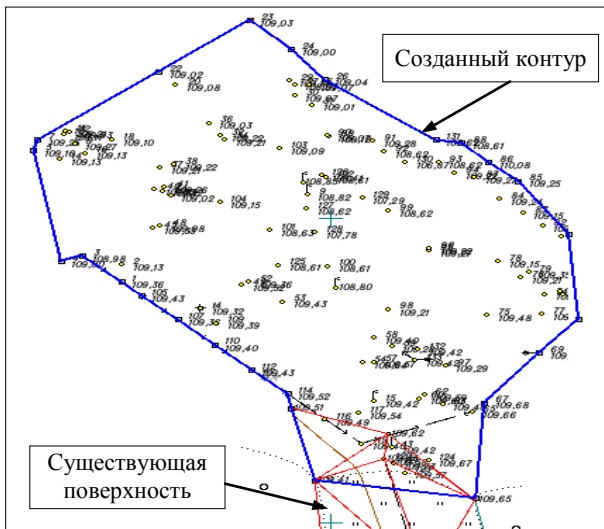

Рис. 6.9
- После вызова команды курсор примет вид . С помощью такого курсора можно захватывать существующие точки (подсвечиваются желтым цветом), так и указывать новые в произвольном месте. Постройте в графическом окне контур как на рис. 6.9.